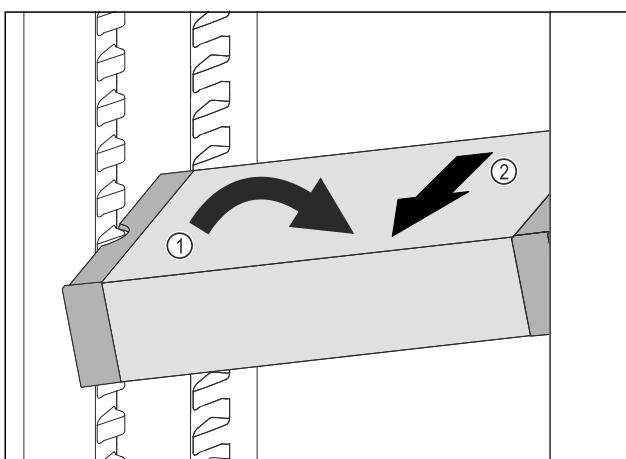

Fig. 111
- Расположите VarioSafe в холодильном отделении под наклоном. Fig. 111 (1)
► Извлеките VarioSafe движением вперед. Fig. 111 (2)